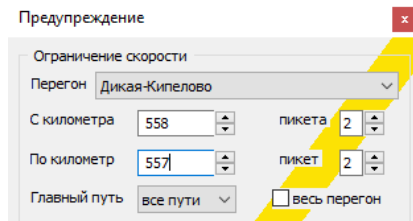

Рис.169. Ввод пикетажа
7. В поля «С километра», «пикета» ввести километр пикет начала действия предупреждения (см. рис. 169).
8. В поля «По километр», «пикет» ввести километр пикет окончания действия предупреждения (см. рис. 169).